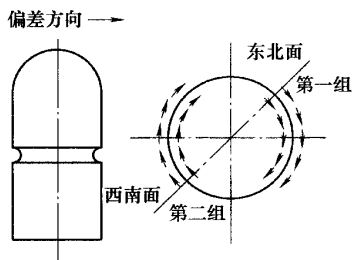

图 3 精馏空分塔环缝焊接方向
(2) 选择完好的同型焊接设备, 性能一致, 电流调节灵敏, 起弧快, 有利于焊接达到同步(第 1 层焊接电流为 160~170A, 第 2~5 层为 220~230A)。
(3) 保证焊枪冷却水畅通, 水质洁净(在入口截门处设置过滤网)保证焊枪水路不堵塞严防烧枪。
(4) 保证氩气质量(纯度不低于 99.99%)和流量, 将气带缩短, 将气体流量按规范调至 18L/min。
(5) 同时还在上下塔的焊缝两边 100mm 处做标记, 随时观测数据变化而迅速做出相应的调整。
(6) 在第一遍开始焊接前, 利用氧乙炔焰进行 100~150℃的预热, 同时安装加固圈, 作为临时支撑。
(7) 上下塔成形组拼时, 是要进行定位焊的。定位焊的工艺参数与正式焊接相同。每隔 350~400mm 一个固定焊点, 焊点长 60~80mm, 焊肉高 4~5mm, 我们从东开始焊, 双人双面对称焊, 自然冷却后, 测量塔的垂直度时发现偏向了东北方。于是, 我们重上加固圈, 将焊工分两组, 第一组从东北方向起焊, 第二组稍后从西南开始起焊(如图 3 所示)。在施焊中注意随时彻底清理焊点, 并重新用砂轮加工坡口, 再次调整间隙, 直到焊接完成。焊缝冷却后, 再一次测量垂直度, 偏差基本达标。我们这次就是利用了铝合金导热性强、线膨胀系数大, 易变形的特点来调整垂直度偏差的。